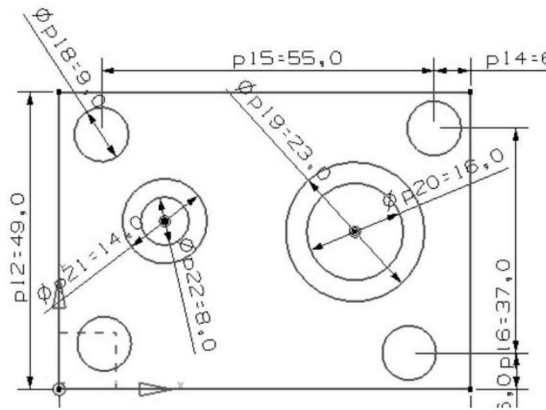

图 1.9 约束圆直径尺寸
(8)单击“自动判断尺寸”按钮,选择绘制的圆形,设置圆的直径,如图 1.9 所示。